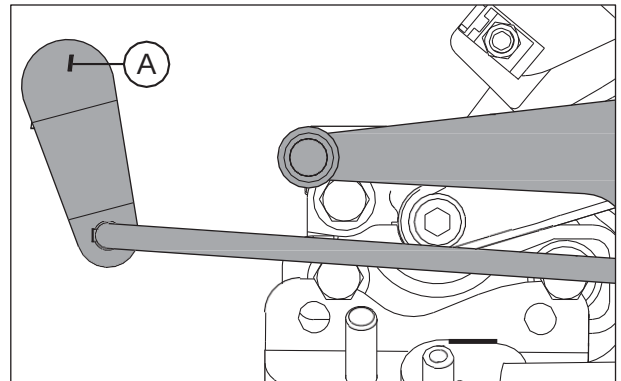

Fig. 3.106
- Retire los 2 tornillos hexagonales (M6x25) de la tapa del 'piñón de salida y retire la tapa. (Fig. 3.106)